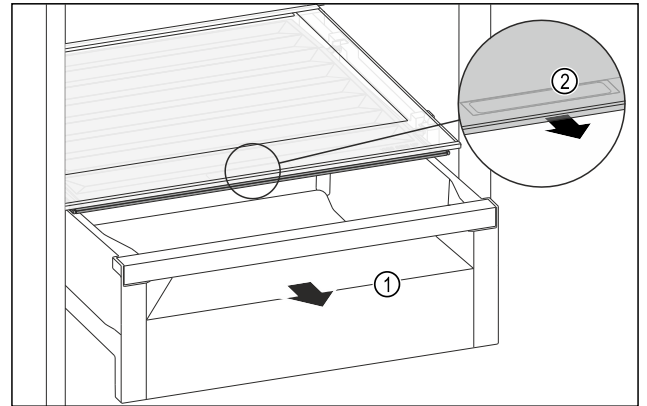

Fig. 137
- ▶ Vedä säilytyslokeron Fig. 137 (1) ulos.
- ▶ Tartu lokeron kannessa olevaan tartuntakohtaan Fig. 137 (2) ja vedä lokeron kantta samanaikaisesti eteenpäin.